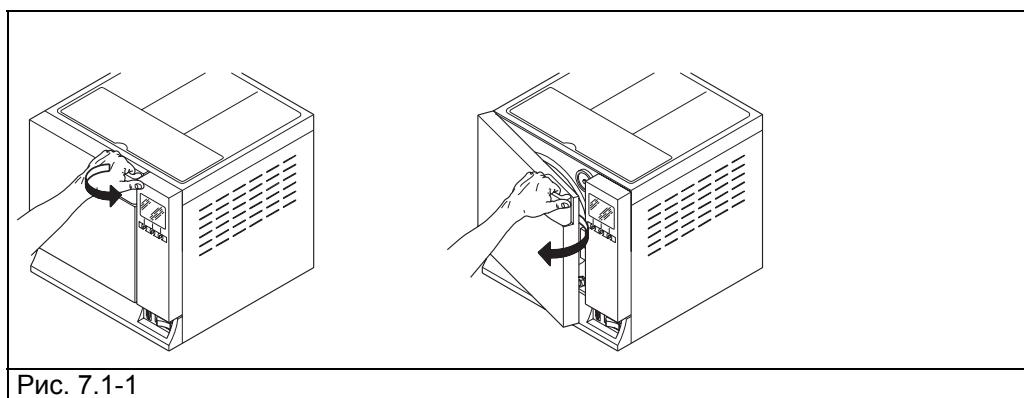

Рис. 7.1-1
- Откройте дверцу (Рис. 7.1-1).